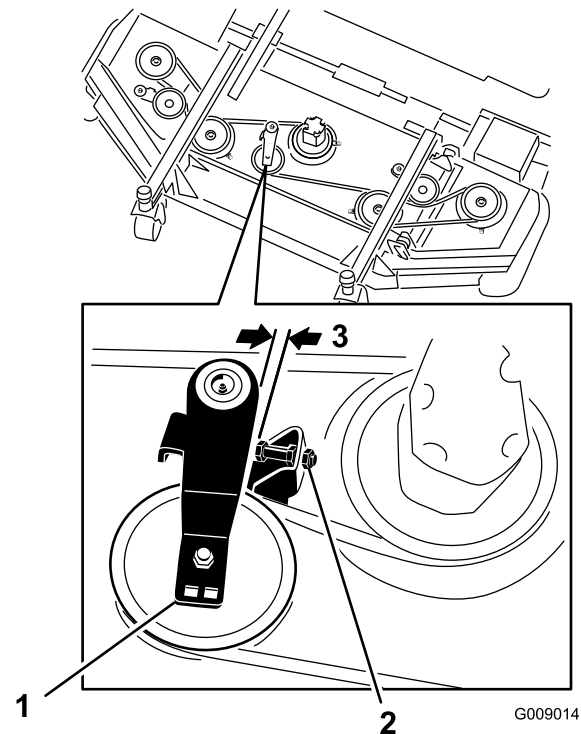

図 124
3. 前デッキの中央部分で、アイドラプーリのストップねじのジャムナットをゆるめ、ストップねじをブラケット内部まで進める 図 124。
4. ラチェットレンチのようなものを使って、各ウイングデッキのアイドラプーリを駆動ベルトから離してベルトの張りをなくし、ウイングデッキのプーリからベルトを外す 図 124。